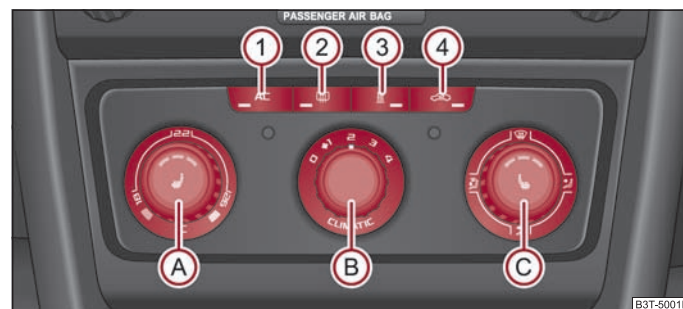

Fig. 121 Climatic: Elementos de mando
La refrigeración funciona sólo si se pulsa la tecla **AC** ⇒ fig. 121 **1** y se cumplen las siguientes condiciones:
- Gire el regulador giratorio **A** ⇒ fig. 121 hacia la derecha para aumentar la temperatura.
- Pulsar la tecla  ① ⇒ página 113, fig. 121. En la tecla se encenderá el testigo de control.
- Pulse la tecla (4) ⇒ página 113, fig. 121, en la tecla se encenderá el testigo.
Si el regulador distribuidor de aire (C) se encuentra en la posición ⇒ página 113, fig. 121, el servicio de aire circulante se desconectará automáticamente. Pulsando repetidamente la tecla usted puede conectar de nuevo el servicio de aire circulante también en esta posición. ►